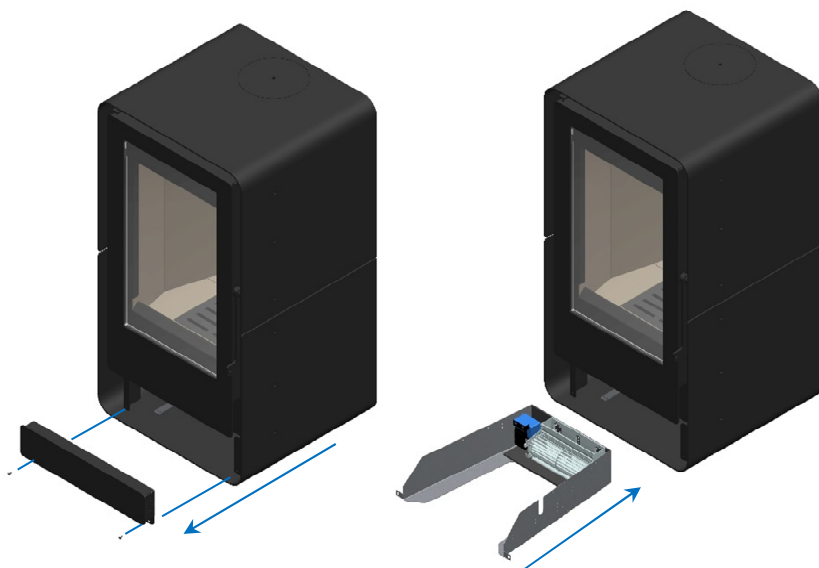

Figura 35 - Instalação do kit de ventilação na salamandra Tek Round Eco
* Para a sua instalação deve primeiramente remover a tampa frontal do equipamento e posicionar o kit de ventilação, Figura 35;